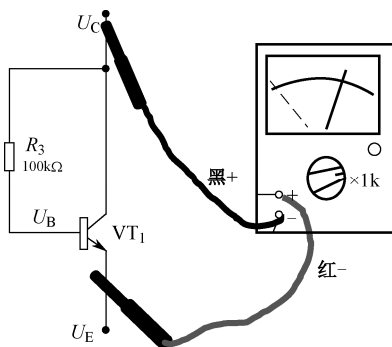

图 3-4 万用表测三极管
8. 如图 3-4 所示, 黑表笔接三极管集电极, 红表笔接三极管发射极, 此时万用表的指针偏转角度较\_\_\_\_\_, 说明此时三极管处于\_\_\_\_\_状态。请分析电路图, 此时  $U_C$ 、 $U_B$ 、 $U_E$  三者的大小关系\_\_\_\_\_。